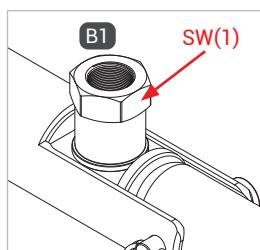

Abbildung 1
- ▶ Halten Sie beim Montieren der Medienleitung an der Schlüsselfläche SW(1) (Abbildung 1) mit einem Gabelschlüssel gegen.
- ▶ Verschrauben Sie die Betriebsmedienzuleitung „B1“ druckdicht mit dem Anschluss der Medienleitung (Abbildung 1). Anzugsdrehmoment 10 Nm ± 10% (G1/8" IG).